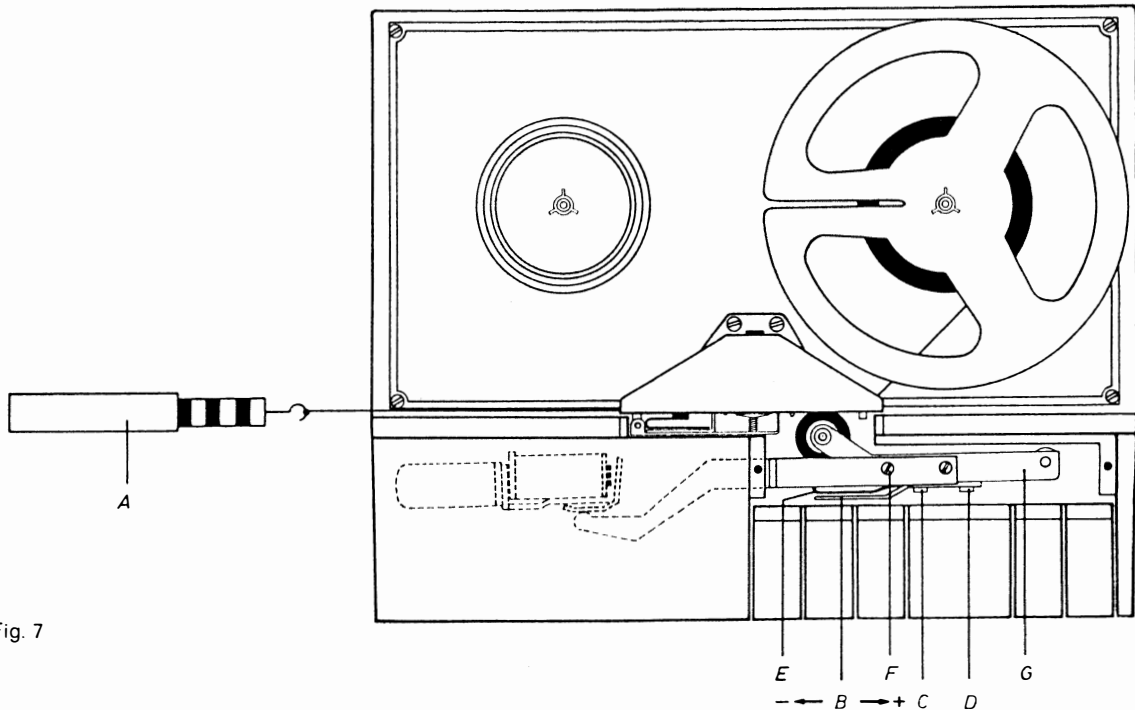

Fig. 7
2.3.1 Check (see Fig. 7)
2.3.1 Contrôle (voir fig. 7)
2.3.1 Verificación (véase fig. 7)
2.32 Adjustment (see Fig. 7)
2.34 Adjusting the Working Travel of the Pressure Roller (see Fig. 7)
2.42 Adjustment (see Fig. 7)
2.32 Réglage (voir fig. 7)
2.42 Réglage (voir fig. 7)
2.32 Ajuste (véase fig. 7)
2.34 Ajuste del recorrido del rodillo de presión (véase fig. 7)
2.42 Ajuste (véase fig. 7)